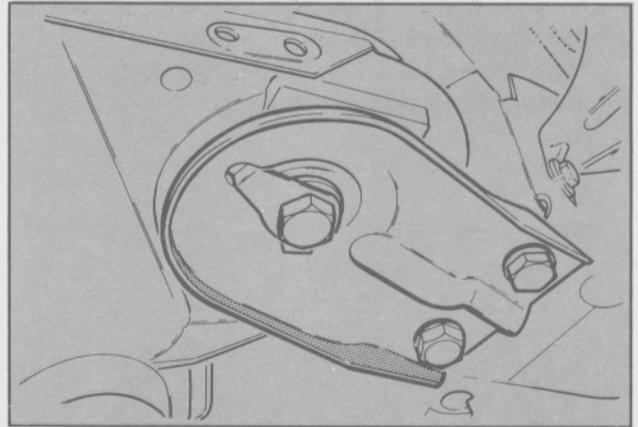

Fig. 12. Montaje delantero del travesaño
- Instalar las placas guía y los tornillos del pasador de guía, sin apretar. Montar el plato de guía del lado izquierdo, apretar los tornillos al torque indicado en la Sección Especificaciones (Fig. 12).